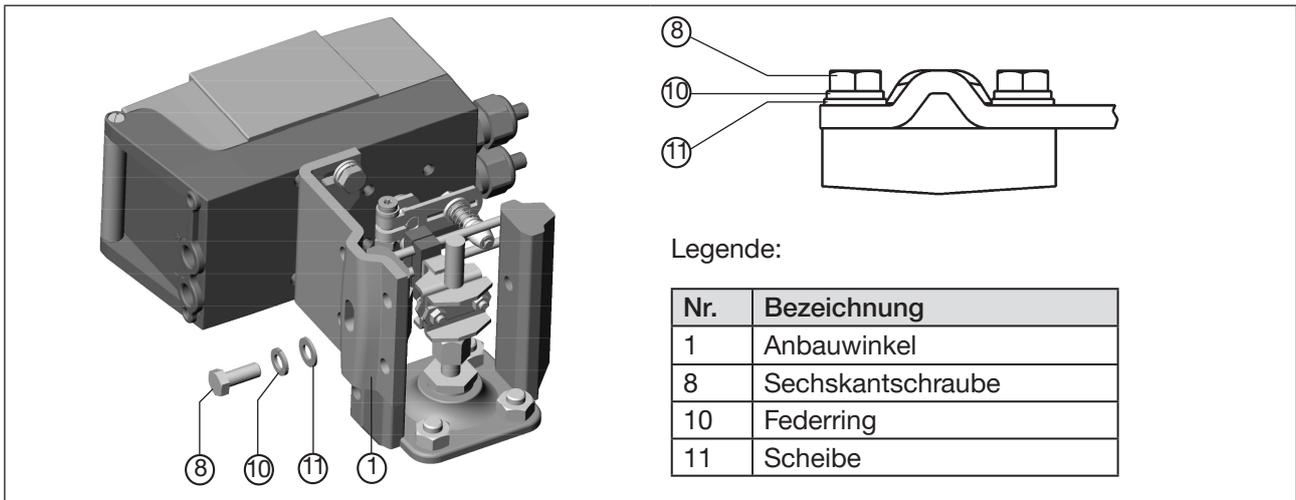

Bild 20: Positioner mit Anbauwinkel befestigen; bei Antrieben mit Gussrahmen
→ Anbauwinkel mit einer oder mehreren Sechskantschrauben ⑧, Scheiben ⑪ und Federringen ⑩ am Gussrahmen befestigen (siehe „Bild 20“).